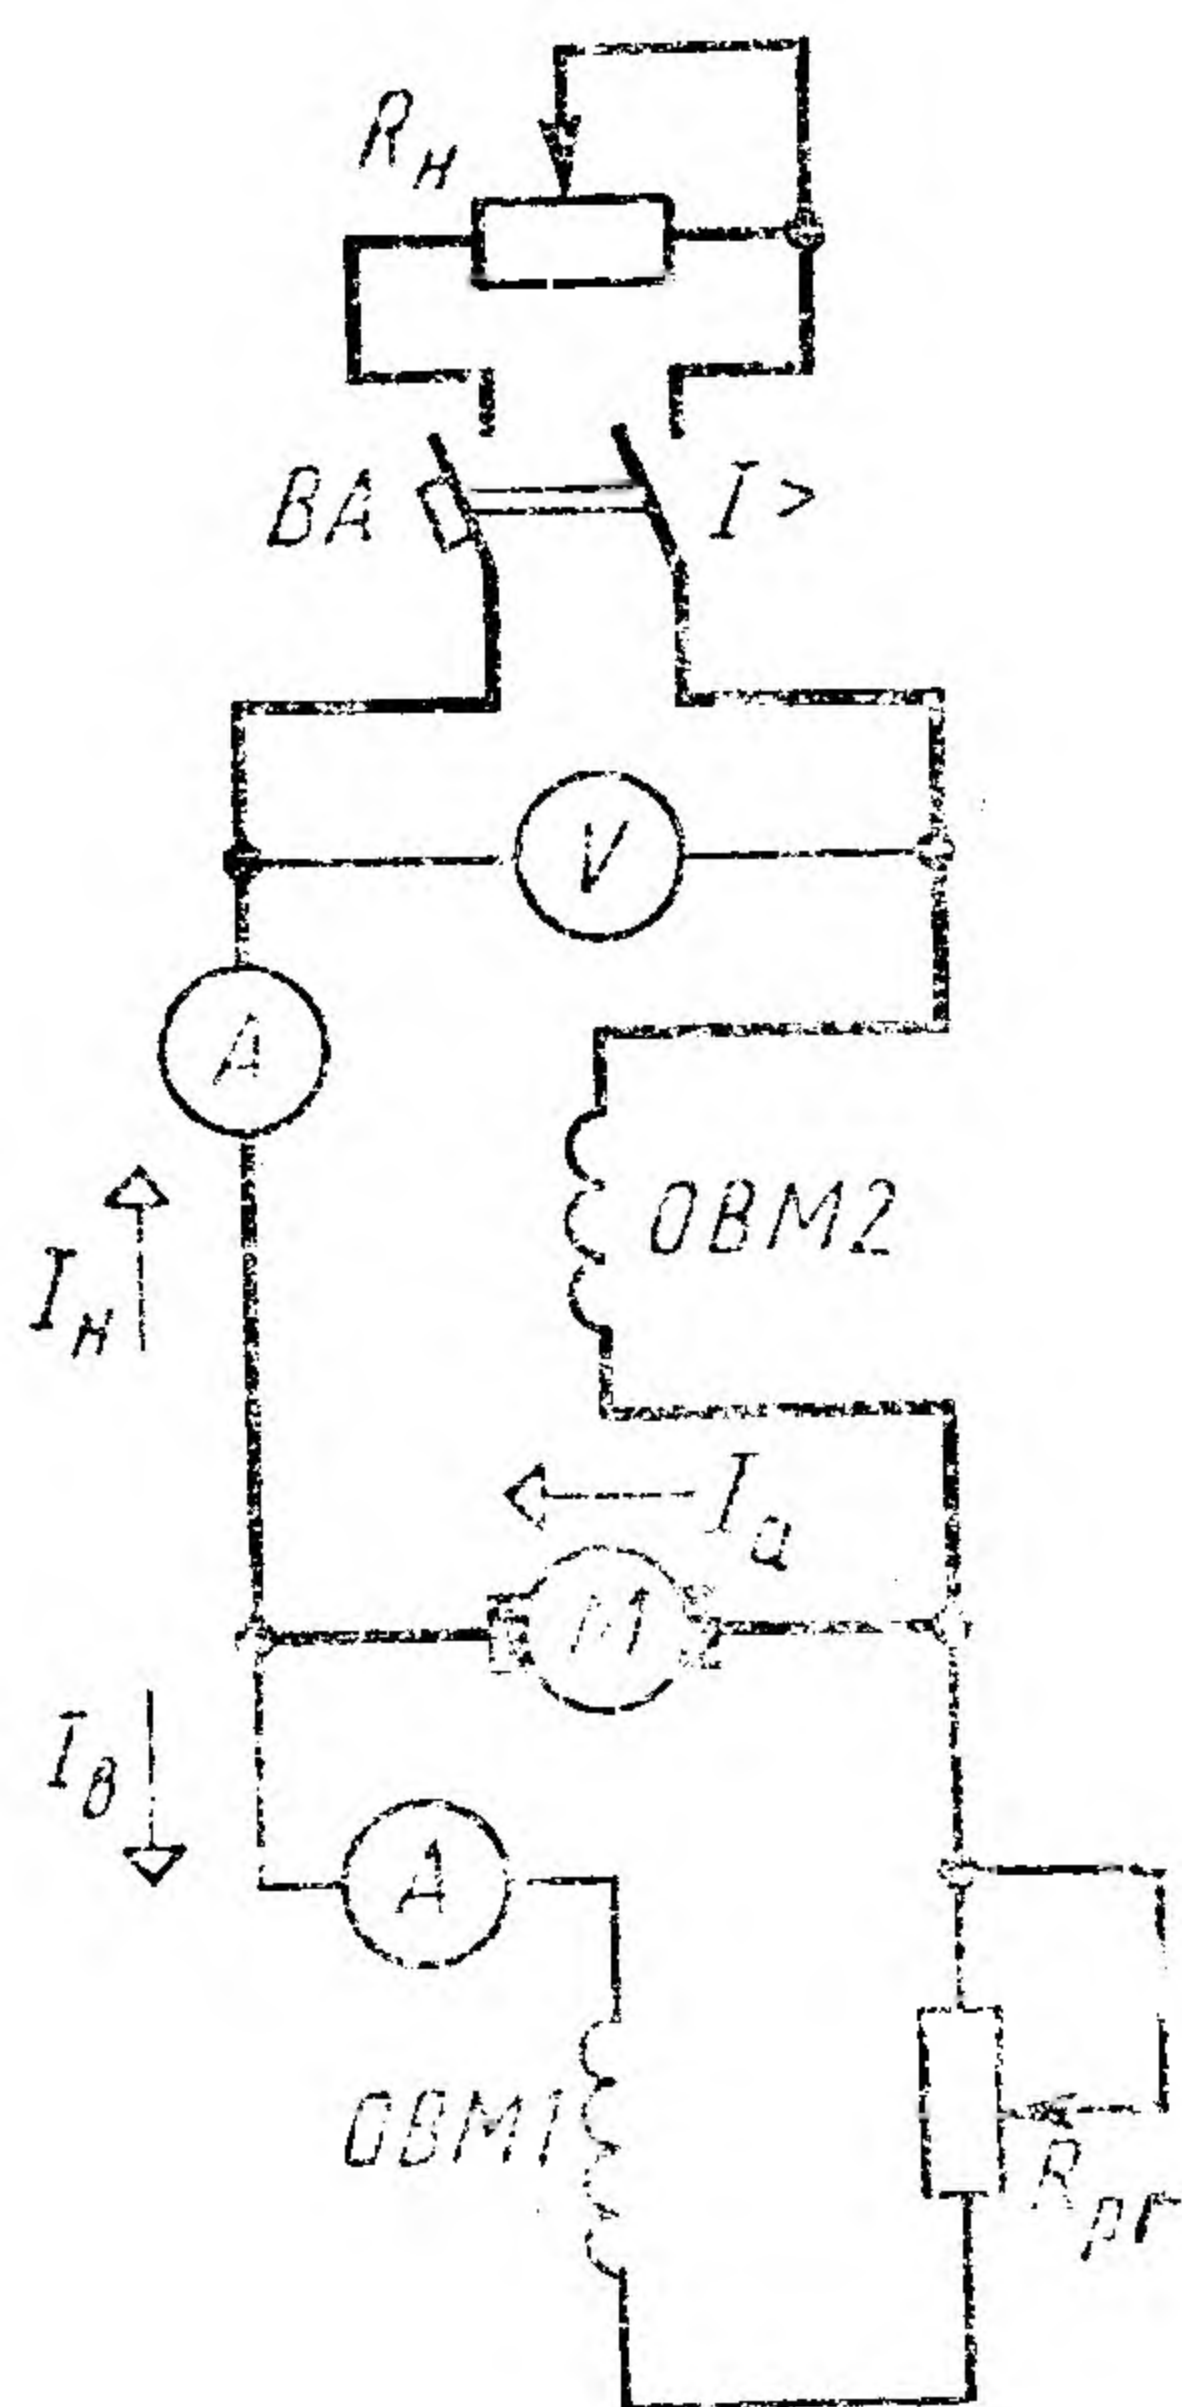

Рис. 102
**Задача 37.** Генератор постоянного тока со смешанным возбуждением используется для питания временного поселка геологов. Работая в номинальном режиме, отдает полезную мощность  $P_{ном2}$  при напряжении  $U_{ном}$  и токе нагрузки  $I_{ном}$ . Параллельная обмотка включена на полное напряжение генератора (рис. 102). Ток в цепи якоря  $I_a$ , в параллельной обмотке возбуждения  $I_b$ . Э. д. с. генератора равна  $E$ . Сопротивление нагрузки  $R_H$ . Сопротивление обмотки якоря равно  $R_a$ ; сопротивлением последовательной обмотки пренебречь. Сопротивление параллельной обмотки возбуждения  $R_b$ . Коэффициент полезного действия генератора равен  $\eta_r$ . Генератор приводится во вращение первичным двигателем мощностью  $P_{дв}$ . Используя номинальные данные генератора, приведенные в табл. 45, определить все неизвестные величины, отмеченные прочерками в таблице вариантов. Начертить схему присоединения генератора к нагрузке и пояснить назначение ее элементов.